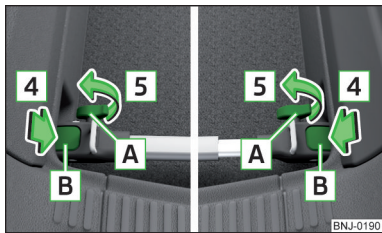

Abb. 106
- Die Halterungen **B** in Richtung der Pfeile **4** bis zum hörbaren Einrasten eindrücken » Abb. 106.